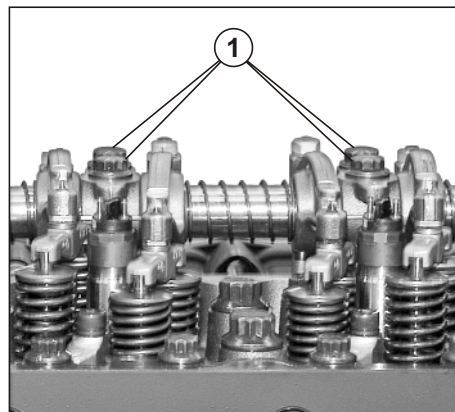

Рис. 22. Снятие оси коромысел в сборе со стойками и коромыслами.
9. Вывернуть 12 болтов (1) (см. Рис. 22) крепления стоек оси коромысел (650.1007108).